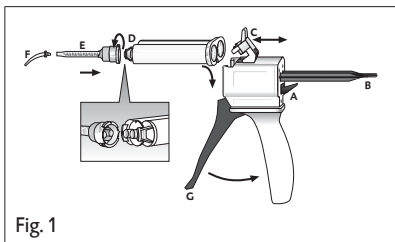

Fig. 1
1. 자동혼합 장치의 후면의 lever를 위로 올리고 (Fig 1, position A) slide를 뒤로 당깁니다. (Fig 1, position B)
2. Plastic level를위로 올리고(Fig 1, position C) cartridge를 삽입한후 plastic level를 사용하여 고정시킵니다. (Fig 1, position C).
1. Cartridge cap을 제거 (Fig 1, position D) 또는 사용한 혼합tip을 시계반대 방향으로 90° 돌린 후 버립니다.
2. 새 혼합tip을 부착 (Fig 1, position E)
4. 구강내 tip의 부착 (Fig 1, position F).
- ▶ 재료는 자동혼합기의 trigger를 잡아당기면 혼합tip내에서 혼합되어 직접 사용됩니다. (Fig 1, position G).
1. 자동혼합 장치의 후면의 lever를 위로 올리고 (Fig 1, position A) slide를 뒤로 당깁니다, (Fig 1, position B)
2. Plastic level를 위로 올리고 (Fig 1, position C) cartridge를 제거합니다.